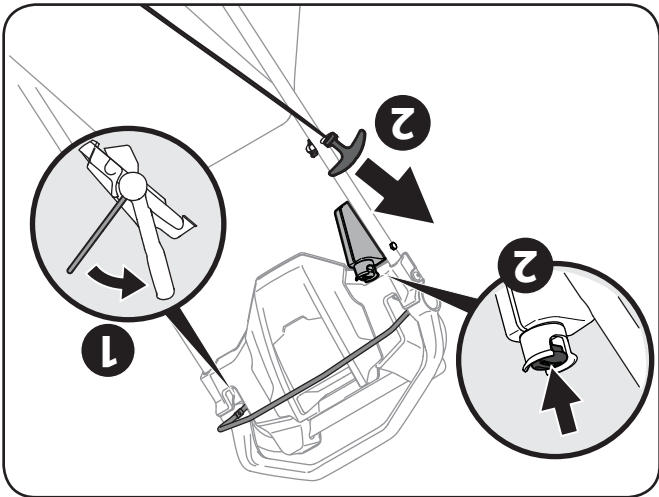

Figure 5-1
1. Placez-vous derrière la tondeuse et tirez sur la commande de la lame contre le contrôle d'entraînement. Voir Figure 5-1.
Démarrage électrique (le cas échéant): Insérez la clé en plastique dans le bouton de démarrage jusqu'à ce qu'elle s'enclenche. Poussiez sur le bouton de démarrage électrique pour démarrer le moteur. Voir Figure 5-1.